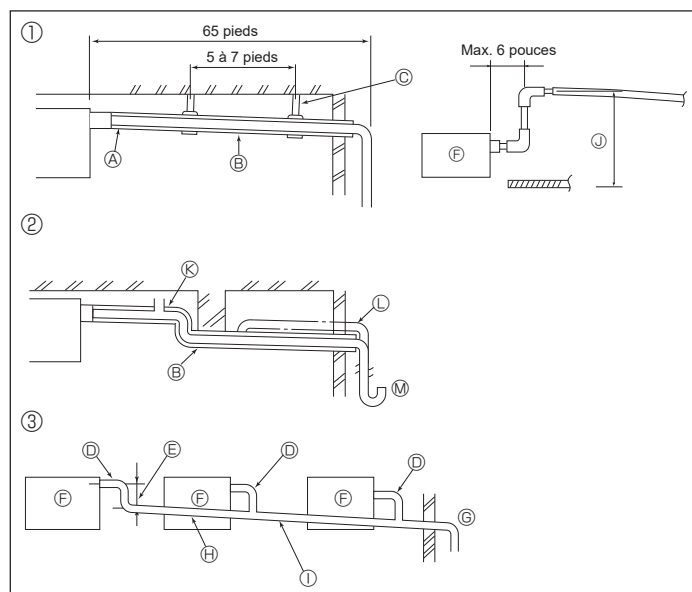

Fig. 3-1
3.1. Mise en place du tuyau d'écoulement (Fig. 3-1)
- ① Tuyauterie correcte
- ② Tuyauterie incorrecte
- Ne pas placer de purgeur d'air. Cela peut provoquer un débordement de l'écoulement. ③
- Ne pas placer de tuyau surélevé sur la tuyauterie. ④
- Ne pas placer de pièges à odeur sur la tuyauterie. ⑤
- ③ Mise en place groupée des tuyaux